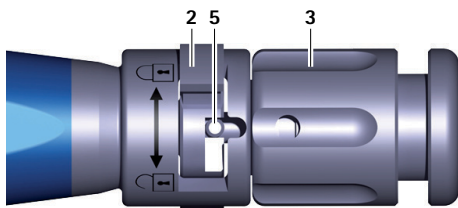
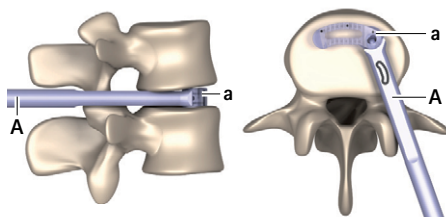

Fig. 3 Närbild av insättningsinstrumentet med stängd omkopplare
Fig. 11 Implantat i slutpositionen
- Vrid omkopplaren 2 åt höger (riktning ) se Fig. 3.
- Vrid vridmuttern 3 moturs (riktning "forward") tills stiftet 5 är helt inne i omkopplaren 2, se Fig. 3. Se till att inte stiftet 5 klämmer fast omkopplaren 2.
- Så snart slutpositionen (se Fig. 11) har nåtts: Vrid vridmuttern **3** moturs (riktning "forward") tills stiftet **5** är helt inne i omkopplaren **2**, se Fig. 3. Se till att inte stiftet **5** klämmer fast omkopplaren **2**.
- ▶ Vrid omkopplaren **2** åt höger (riktning ) , se Fig. 3.